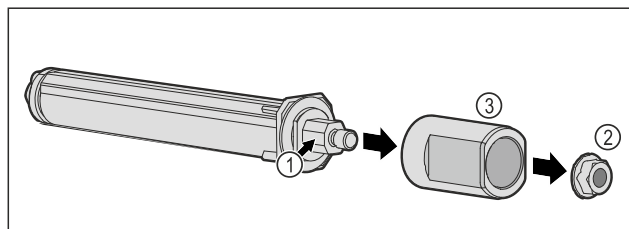

Fig. 53
- ▶ Не разбирайте систему закрытия двери Fig. 53 (1).
- ▶ Уберите гайку Fig. 53 (2).
- ▶ Снимите втулку Fig. 53 (3).